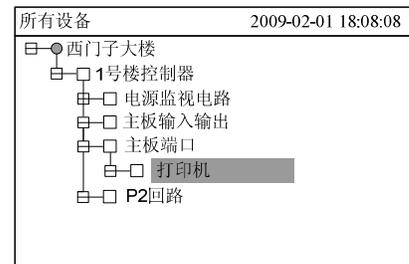

图 29-3
2. 按“→”键选择“浏览”子菜单（图 29-2），选择“所有设备”，然后按“OK”键，树状图显示出来（图 29-3）。打印机通常位于控制器的主板端口下。